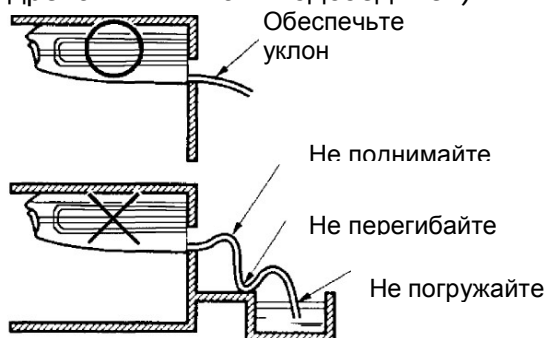
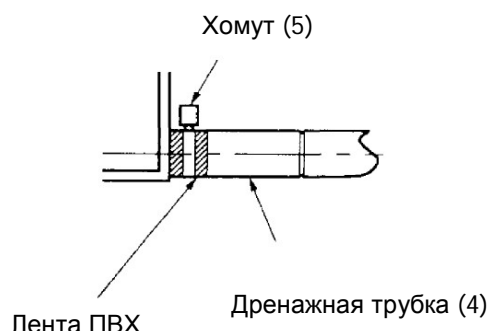

Рис. 1
Рис. 2
- Прокладывайте дренажную трубу с минимальным уклоном 1/100 для предотвращения образования воздушных пробок (см. рис.1).
- Используйте приложенный дренажный шланг (4) и хомут (5).
- Вставьте дренажный шланг в гнездо дренажа. Затягивайте хомут до тех пор, пока головка винта не будет находиться меньше чем в 4 мм от шланга (см. рис. 2,3).